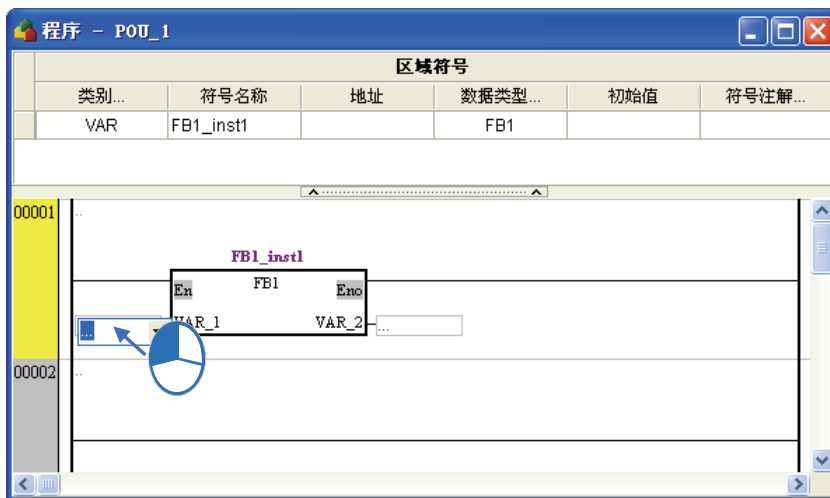

图 13-30 点选接脚
- (1) 使用鼠标左键点击要宣告的接脚，使其成为文字输入的模式，如图 13-30。